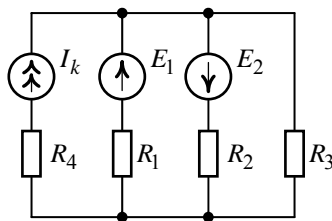

Рис. 5.7
Вычислить токи в ветвях схемы (рис. 5.7), методом узловых потенциалов, если $E_1 = 120 \text{ В}$, $E_2 = 30 \text{ В}$, $I_k = 1,4 \text{ А}$, $R_1 = 12 \text{ Ом}$, $R_2 = 15 \text{ Ом}$, $R_3 = 8 \text{ Ом}$, $R_4 = 6 \text{ Ом}$.
1. Схема (рис. 5.7) содержит четыре ветви ($m_b = 4$), два узла ($n_y = 2$), одну ветвь с источником тока ($n_t = 1$).